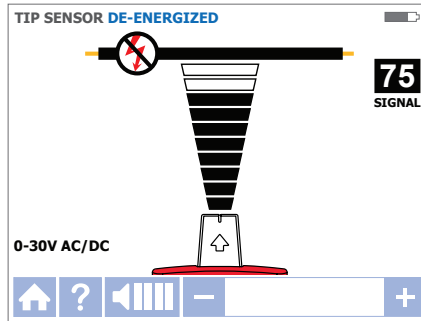

Figura 3.3c
2. Seleccione el modo TIP SENSOR (SENSOR DE PUNTA) desenergizado con las flechas direccionales para resaltar este modo de funcionamiento y presione el botón amarillo "ENTER (INTRO)". La pantalla aparecerá como se muestra en la Figura 3.3c.